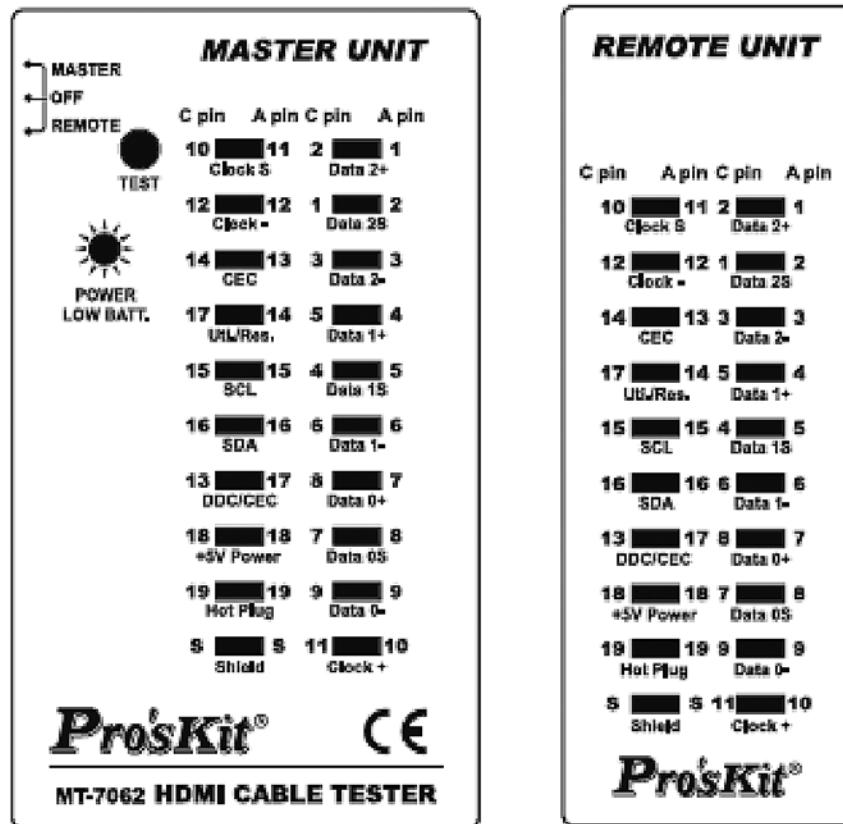

Рис. 6. Прямое правильное подключение (Straight)
- Прямое «1-в-1» подключение (Straight): индикаторы 1–19 и светодиод Shield на основном блоке и модуле для удаленного контроля блока покажут результаты тестирования (рис. 6).
- Прямое «1-в-1» подключение (Straight): индикаторы 1–19 и светодиод Shield на основном блоке и модуле для удаленного контроля блока будут показывать результаты тестирования проводов кабеля поочередно (см. рис. 6).
2. Возможные результаты проверки в этом режиме аналогичны приведенным для тестирования в замедленном режиме (см. рис. 6–9).
2. Возможные результаты проверки в этом режиме аналогичны приведенным для тестирования в замедленном режиме (см. рис.6–9).